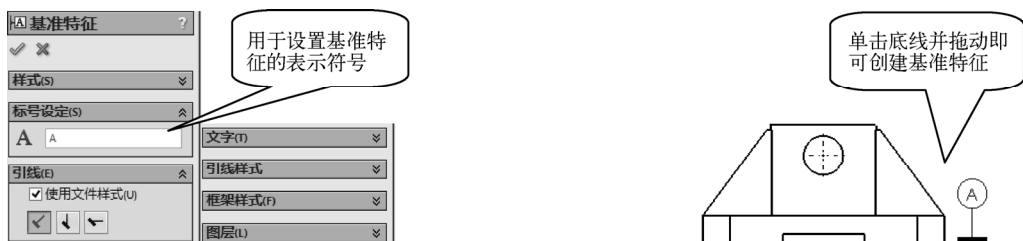

图 7-134 标注基准特征
- “主要”“第二”“第三”选项：用于输入“主要”“第二”和“第三”基准轴的名称（可单击“基准特征”按钮 Ⓢ 在视图中标注作为基准的特征，如图 7-134 所示）。